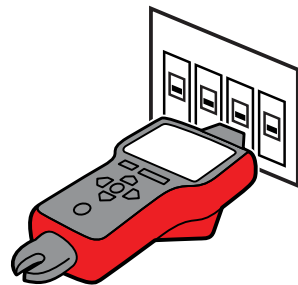

Abbildung 3.3e: Richtige
2. Berühren Sie jeden Leitungsschutzschalter/jede Sicherung eine Sekunde lang mit dem Spitzensensor. Achten Sie darauf, dass die Kerbe im Spitzensensor parallel zum Leitungsschutzschalter/zur Sicherung verläuft (Abbildung 3.3e).
2. Prüfen Sie jeden Leitungsschutzschalter/jede Sicherung eine Sekunde lang durch Berühren mit dem Spitzensensor. Der rote Pfeil zeigt an, dass die Messung läuft. Achten Sie darauf, dass die Kerbe im Spitzensensor parallel zum Leitungsschutzschalter/zur Sicherung verläuft (Abbildung 3.3e).